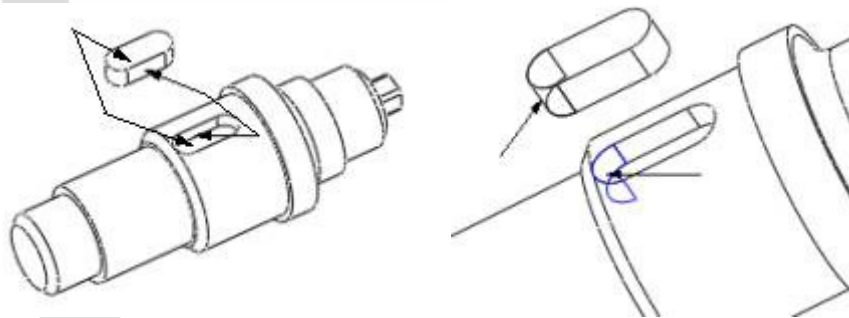
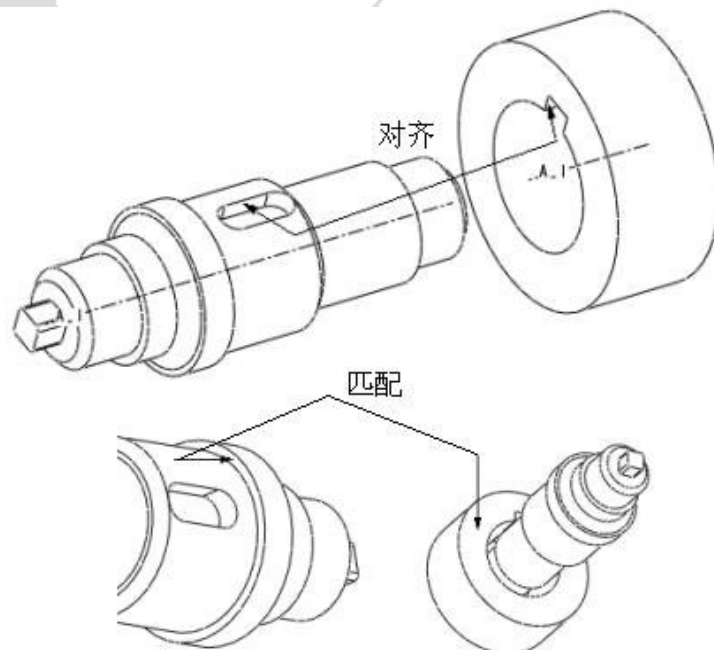

图 15-4 装配键
图 15-5 装配轮
(1) 建立“组件”类型的新文件。(2) 装载轴零件。(3) 装配键。如图 15-4 所示，左图中箭头指示的两组平面使用“匹配”约束、右图中箭头指示的圆柱面使用“对齐”约束。装配轮。在模型树中选择“key.prt”，单击右键，在弹出的快捷菜单中单击【隐藏】命令，隐藏该装配零件以便下个零件的装配。如图 15-5 所示，上图中箭头指示的一组平面使用“对齐”约束、两零件的基准轴线 A_1 使用“对齐”约束，下图中箭头指示的一组面使用“匹配”约束。